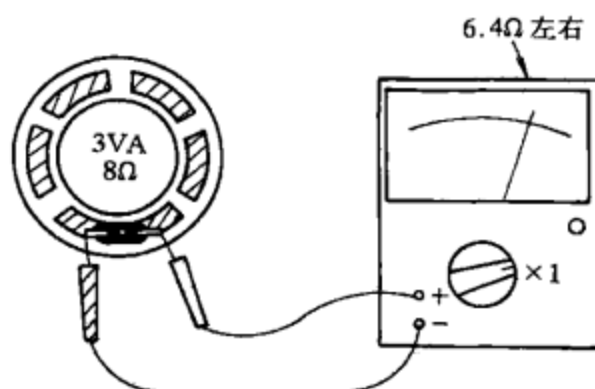

图 5-49
(3) 也可通过测量扬声器音圈直流电阻来检测扬声器。如图 5-49 所示,两表笔(不分正、负)接扬声器两引出端,万用表所指示的即为扬声器音圈的直流电阻,应为扬声器标称阻抗的 0.8 倍左右。如过小,说明音圈有局部短路;如不通(表针不动),则说明音圈已断路。